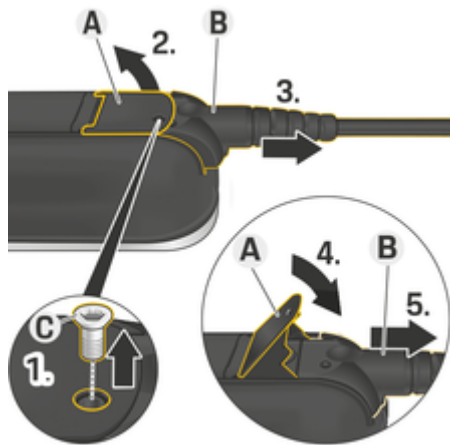

Fig. 103 Extracción del cable
1. Suelte el tornillo **C** (Fig. 103) con la herramienta adecuada.
2. Levante la palanca **A**(Fig. 103).
3. Extraiga el enchufe **B** (Fig. 103) hasta que note la primera resistencia.
4. Cierre la palanca **A** (Fig. 103).
5. Extraiga el enchufe **B** (Fig. 103) completamente.